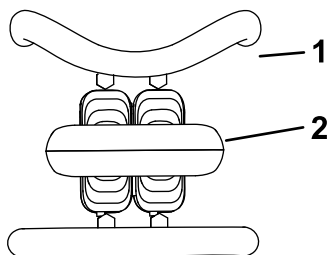

Figura 5
- Pentru a opri maina, eliberezi maneta de traciune (Figura 5).